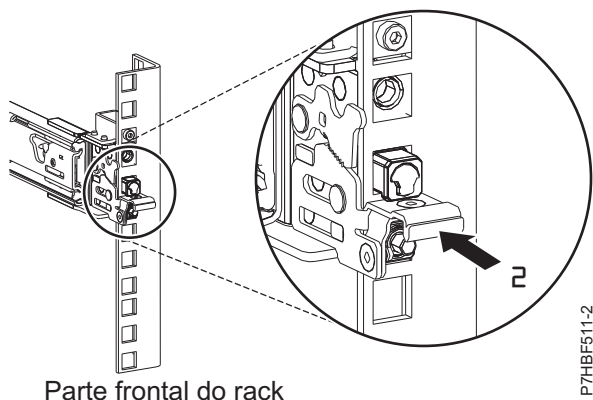

Figura 6. Trava encaixada no trilho frontal do rack
7. Enquanto você puxa o trilho deslizante para a frente, assegure-se de que todos os três pinos apareçam através dos orifícios do rack, em seguida, empurre a trava frontal (2) até o fim. Para obter detalhes, consulte Figura 6 na página 6.